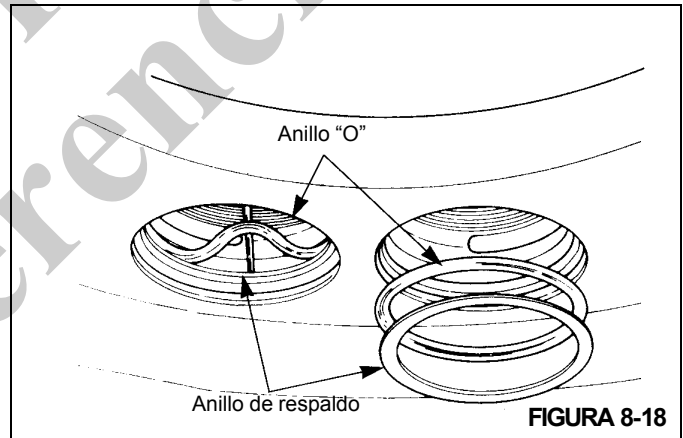

FIGURA 8-18
10. Retire y bote el anillo "O" y los anillos de respaldo. Consulte la (Figura 8-18).